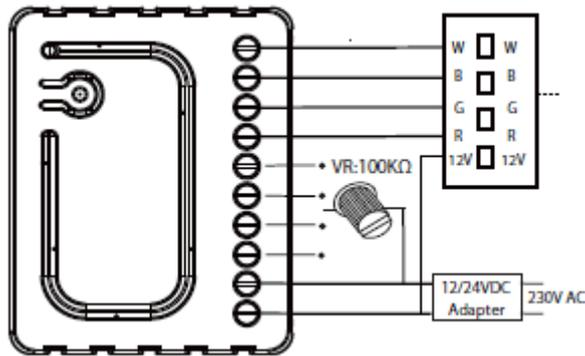
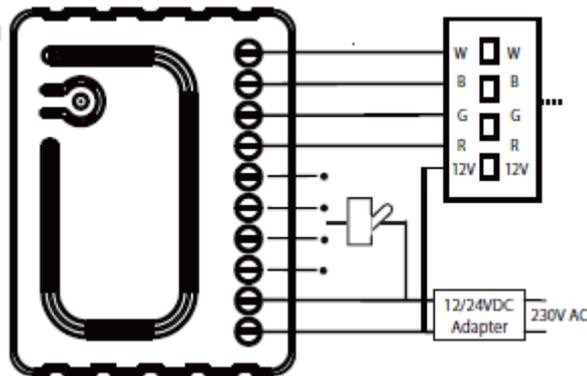
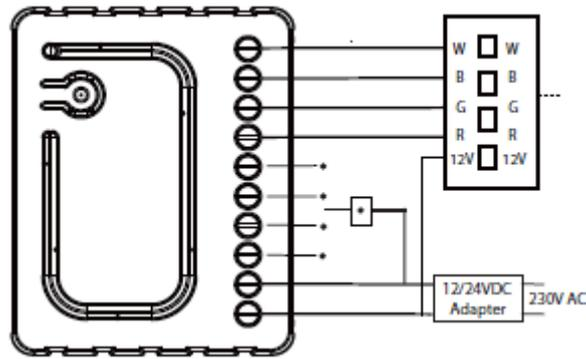

图2 连接可变电阻器
图3 连接可切换开关
图 4 连接按键开关
3) 连接 R.G.B.W.彩色 LED 调光器，请参考图 2，图 3，图 4；
① 连接 RGBW 条输出 (R, G, B, W) RGB /图像/ LED 二极管，卤素灯，或输入 (IN1 ~ 4)。
② 连接电源